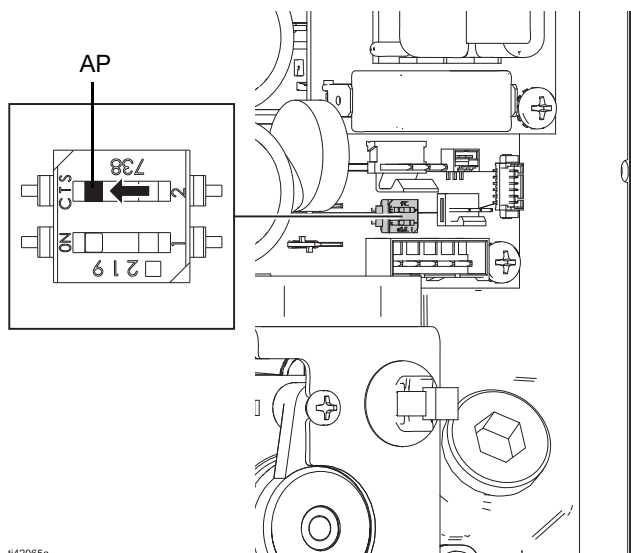

Fig. 12: Desativar o Auto-Prime
2. Localizar o interruptor de auto-prime (AP). Consultar FIG. 12 ou **Esquema elétrico** no manual do motor.
3. Empurrar o interruptor de auto-prime (AP) para a posição esquerda (desligado).